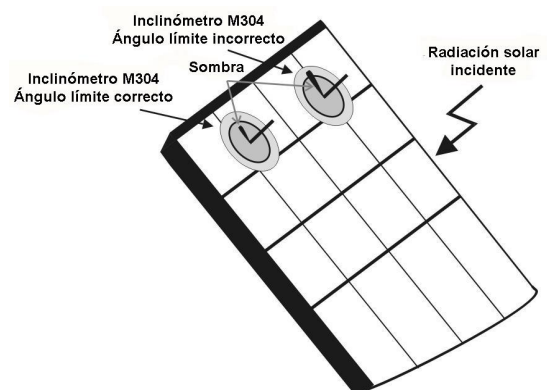

Fig. 7b: Posicionamiento inclinómetro M304
16. Monte el soporte sobre el disco del accesorio M304 (inclinómetro) en dotación y apóyelo sobre la planta del módulo. **Verifique que la sombra del soporte no se proyecta sobre el disco y caiga dentro del “cerco concéntrico límite” interno al mismo disco** (ver Fig. 7b). En caso contrario el ángulo entre los rayos solares y la superficie del módulo es muy elevado y muy distinto de las condiciones de prueba declaradas por el fabricante, por tanto las medidas efectuadas por el instrumento **NO** son consideradas correctas y es necesario repetir las operaciones en otro momento del día